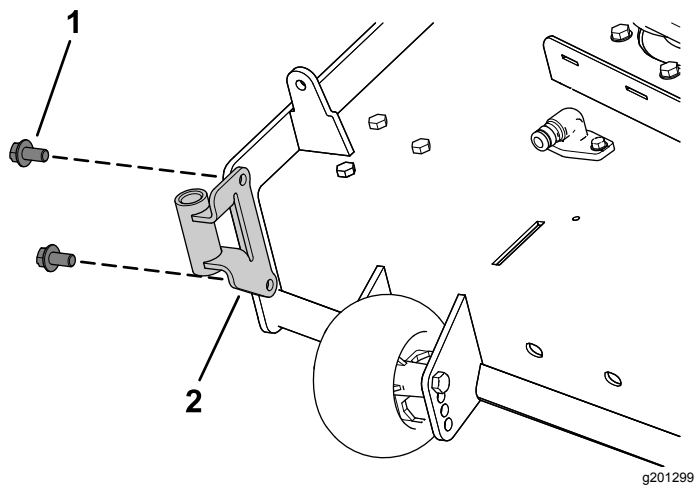

Figure 8
1. Fixez le support de ventilateur sur la tondeuse à l'aide de 2 vis à embase à tête hexagonale (3/8" x 3/4"), comme montré à la Figure 8.